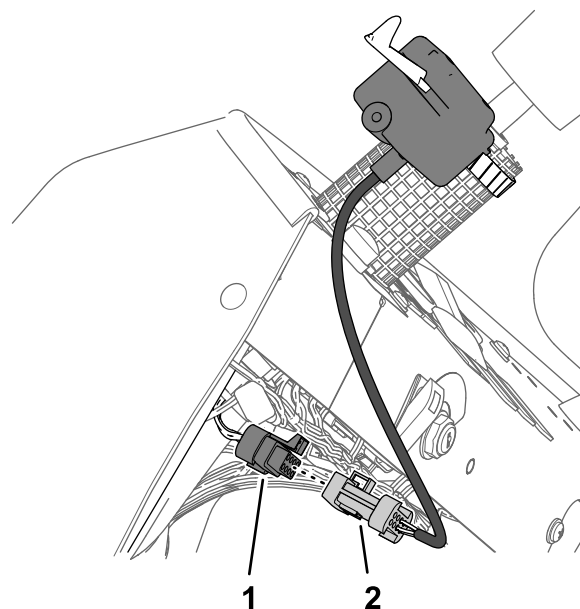

Figura 35
2. Collegate il connettore a 8 prese della diramazione di 108 cm del cablaggio preassemblato del kit per l'indicatore di direzione al connettore a 8 pin del cablaggio preassemblato proveniente dall'interruttore dell'indicatore di direzione (Figura 35).